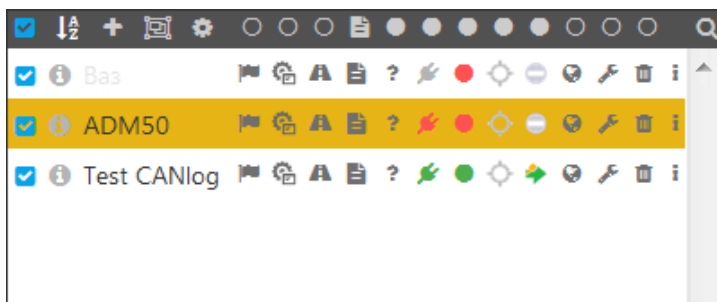

Рис. 6.2.5. Индикация объекта в списке при получении уведомления «Светофор».
- ✓ **Светофор**. Когда приходит онлайн уведомление с желтым, красным или зеленым сигналом светофора, то строка с объектом в списке слежения подсвечивается выбранным цветом до тех пор, пока не будет прочитано уведомление (рис. 6.2.5). Объект, по которому пришло уведомление типа «Светофор», помещается в центр списка слежения (рис. 6.2.5). Если одновременно приходит несколько уведомлений, объекты центрируются с небольшой задержкой.